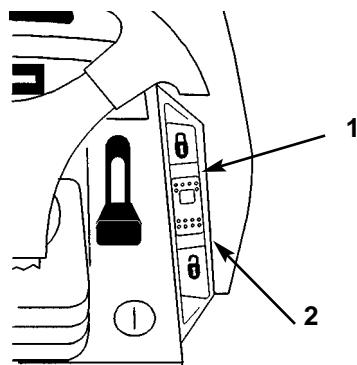

Figure 15
Le régulateur de vitesse est en option sur certains modèles. Un levier à trois positions (SET-LOCK, ON, OFF-UNLOCK) (PROGRAMMATION, EN SERVICE, HORS SERVICE) située sur le tableau de bord (Fig. 15) commande la mise en service du régulateur de vitesse, qui maintient la position de commande de déplacement sans pression du pied. Le régulateur de vitesse est prévu pour être utilisé en marche avant seulement. Ne pas l'utiliser en marche arrière.
1. Commencer à conduire le tracteur; se reporter à la section *Conduite en marche avant ou arrière*. Tout en gardant le pied sur la commande de déplacement, avancer le levier du régulateur de vitesse (Fig. 15) à la position "SET LOCK" (PROGRAMMATION).
1. Tout en gardant le pied sur la commande de déplacement, ramener le levier du programmateur de vitesse (Fig. 15) jusqu'à la position "UNLOCK-OFF".